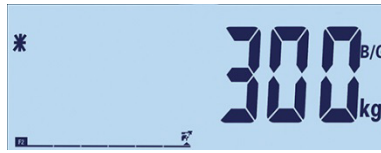

Abbildung 2-23: Angezeigtes Tiergewicht
2. Das Durchschnittsgewicht und ein Sternsymbol werden angezeigt, siehe Abbildung 2-23.